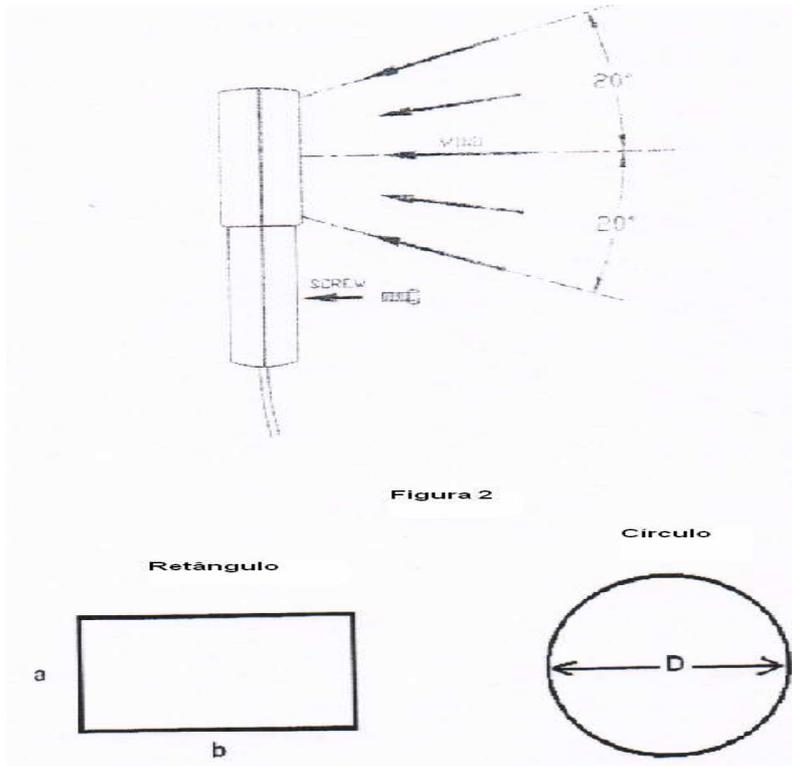

Figura 3: Área livre do conduto de ar
0/ SAMPLE/ AREA: Número 0. Pressione este botão para entrar no modo de tempo de amostra na medição de velocidade do ar. Pressione este botão para entrar em uma área livre na medição de fluxo de ar (vide figura 3).
4. A área livre armazenada anteriormente será exibida na parte superior do LCD. Para entrar em uma nova área livre, pressione ÁREA (número 0) (vide figura 3). Os quatro dígitos inferiores ficarão em branco, e o anemômetro esperará que o usuário entre o novo número.